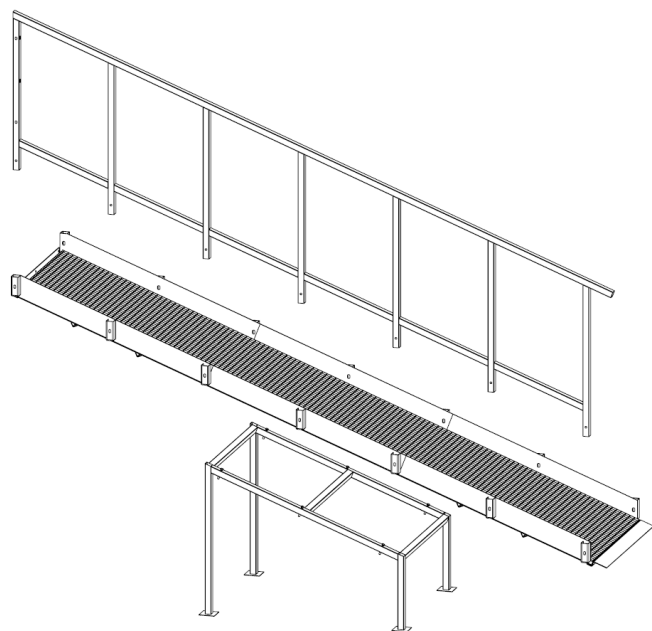

Рис. 7
7. Произвести сборку пандуса для скатывания баллонов (рис. 7):